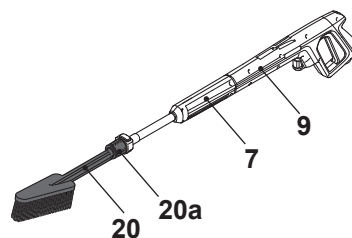

Fig. 10
1. Ajuste la lanza de extensión (7) a la pistola de pulverización (9) (Fig. 10).
2. Coloque el cepillo para llantas (20) en la lanza de extensión.